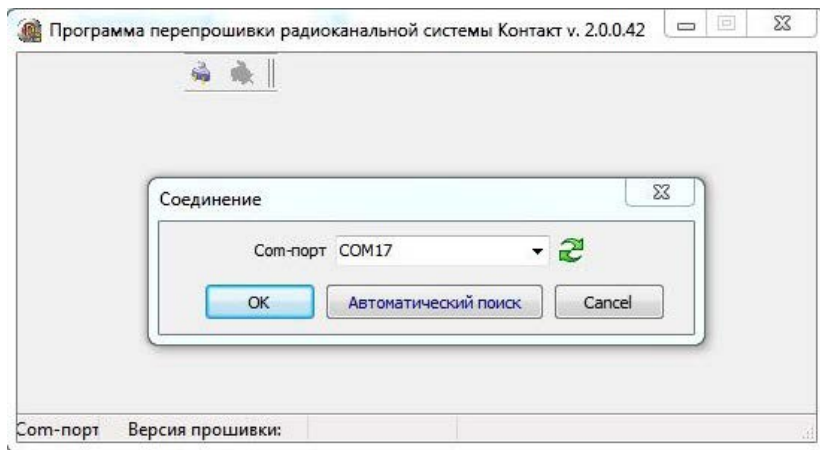

Рисунок 2. Диалоговое окно подключения
5. Откройте программу обновления (файл ReinstallSensors.exe) и в появившемся диалоговом окне (рис. 2) укажите COM-порт, который использует клавиатура (см. в Диспетчере устройств), и нажмите кнопку «ОК», либо нажмите кнопку «Автоматический поиск».